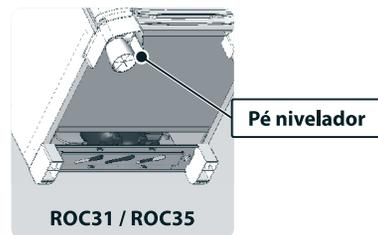

Fig. 2
- ▶ Utilize os pés reguláveis na dianteira para compensar irregularidades e pequenas diferenças no piso e garantir um melhor nivelamento do produto (Fig.2).